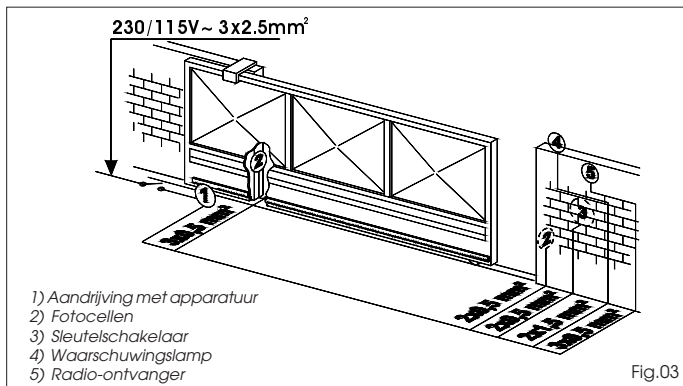

Fig.03
4) Bereid de elektriciteitskabels voor aansluiting van de accessoires en de elektrische voeding voor volgens het schema van Fig.03. Om gemakkelijk de aansluitingen in de centrale unit te kunnen maken, moeten de kabels minstens 50 cm uit het gat in de plaat komen.